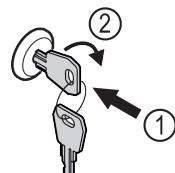

Fig. 206
- Πιέστε μέσα το κλειδί. Fig. 206 (1)
- Περιστρέψτε το κλειδί 90° δεξιόστροφα. Fig. 206 (2)